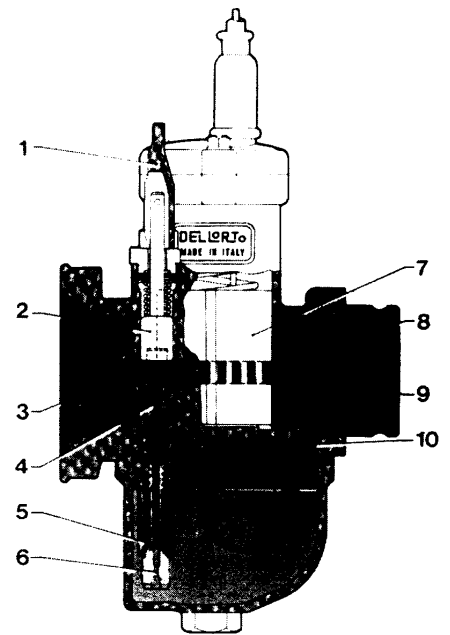

Bild 15
Dieser Kreislauf wird "unabhängig" genannt, weil er mit separater Starterdüse, mit eigenem Zerstäuber und Chokekolben arbeitet (Bild 15).
Bild 15 zeigt die Abhängigkeit der Gemischzusammensetzung von der Grösse der Starterdüse (6) und der Grösse des Luftkanals (10).
Der Bohrungsdurchmesser (4) ist so gewählt, dass ein optimaler Unterdruck in der Chokekolbenkammer am Zerstäuberausgang erzeugt wird, sowohl für den Kaltstart, als auch für einen runden Motorlauf in der Warmlaufphase. Eine Veränderung der Position und Grösse der Bohrungen im Zerstäuber verändert auch die Menge des zugeführten Kraftstoffes. Das Mischungsverhältnis wird durch die Starterdüse bestimmt. Eine grössere Düse sorgt für fettes, eine kleinere Düse für mageres Gemisch. Sowohl zu fettes, als auch zu mageres Gemisch kann zu Startschwierigkeiten führen. Sind die Zündkerzen nach einigen Startversuchen nass, ist das Gemisch zu fett. Es wird ein Zerstäuber mit höherliegenden Bohrungen benötigt. Sind die Zündkerzen dagegen völlig trocken, muss ein Zerstäuber mit tiefer liegenden Bohrungen verwendet werden. Läuft der Motor nach einem Kaltstart mit Choke nicht wenigstens eine Minute, sondern geht vorher aus, ist die Starterdüse entweder zu vergrössern (Gemisch war zu mager), oder zu verkleinern (Gemisch war zu fett). Nach der Warmlaufphase muss der Chokekolben den Kanal 9 (Bild 15) völlig dicht verschliessen, um die weitere Zerstäubung im Vergaser nicht zu beeinflussen. Bei der Verwendung von Klappchokes muss der Hebel etwas freies Spiel haben. Chokezüge sollten etwa 1-2mm Zugspiel haben.